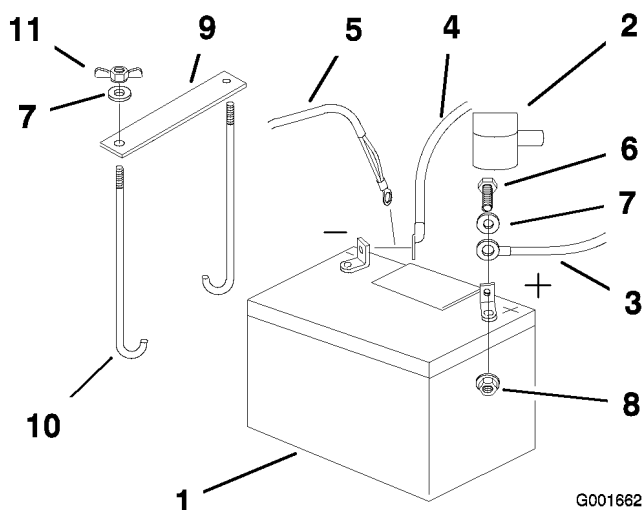

Figure 40
4. Commencez par débrancher le câble négatif et le câble de masse de la borne négative (-) de la batterie (Figure 40).
5. Ôtez le capuchon rouge de la borne positive (rouge) de la batterie. Débranchez ensuite le câble positif (rouge) de la batterie (Figure 40).
- Retirez les deux écrous à oreilles (1/4 inch) de fixation de la barrette de maintien de la batterie (Figure 40).
- Placez la batterie dans son support en tournant les bornes vers le moteur (Figure 40).
- Fixez les câbles avec 2 boulons (1/4 x 3/4 po), 2 rondelles (1/4 inch) et 2 contre-écrous (1/4 inch) (Figure 40).
- Fixez la batterie en position avec des boulons en J, une barrette de maintien et 2 rondelles (1/4 inch), ainsi que 2 écrous à oreilles ((1/4 inch)) (Figure 40).